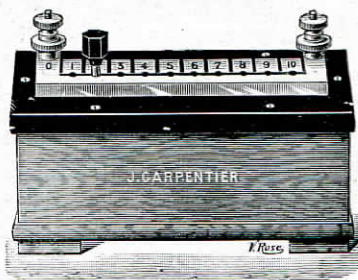

FIG. 4.
**Modèle simple** (*figure 4*) ..... 175. »